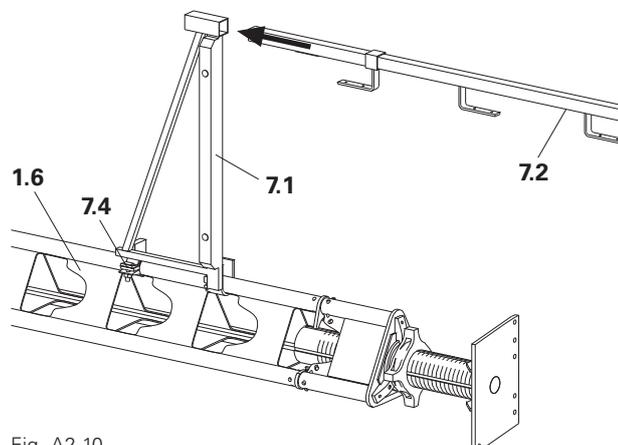

Fig. A2.10
3. Introduire le montant de garde-corps (7.2). (Fig. A2.10)